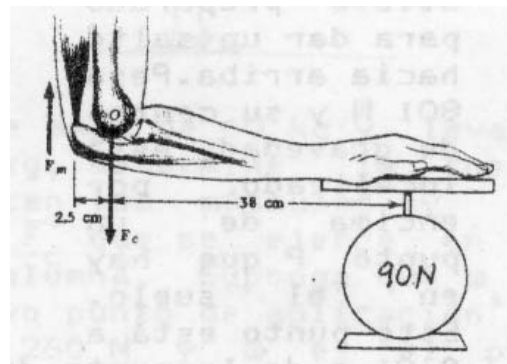

Figura 6.21 Problemas 6.19 y 6.20
- 6.19 Con el antebrazo en posición horizontal, tal como aparece en la figura 6.21, la mano ejerce una fuerza de 90N sobre la balanza. Hallar las magnitudes de las fuerzas F_m y F_c que ejercen sobre el antebrazo el tríceps y el húmero, (desprecie el peso del antebrazo).